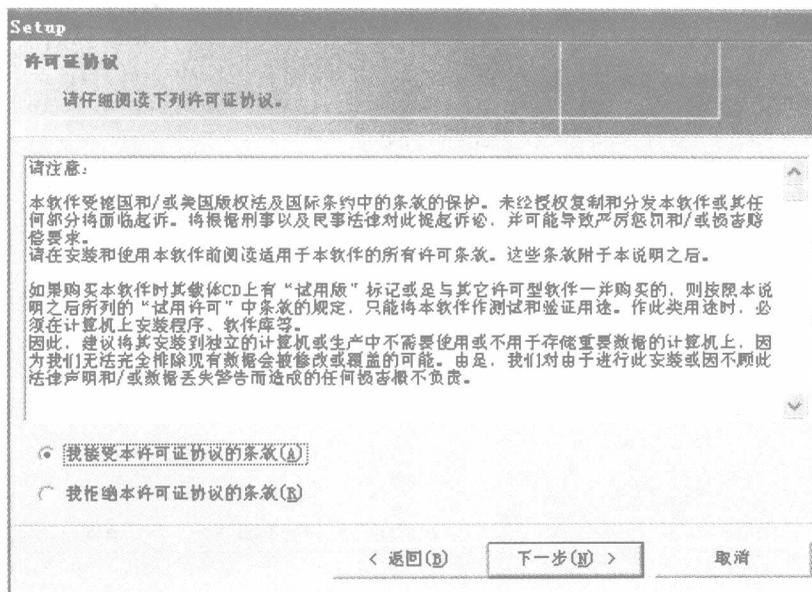

图 2-4 安装 WinCC flexible 4—提示阅读许可证协议
④ 评估系统信息完成后,提示阅读许可证协议(如图 2-4 所示)。目前,WinCC flexible 2007 中国标准版仍然不需要授权许可。单击“下一步”按钮进入下一个安装页面。